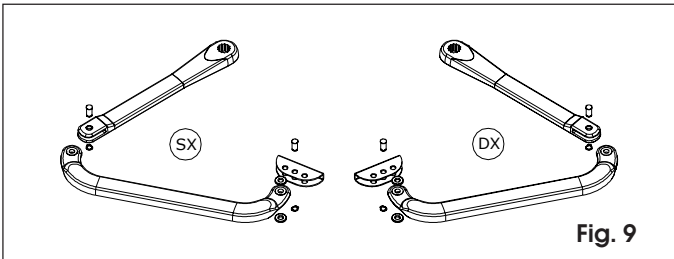

Fig. 9
- Assemblare il braccio snodato e l'attacco anteriore come in fig. 9.
- Assemble the articulated arm and front coupling as shown in Fig. 9.